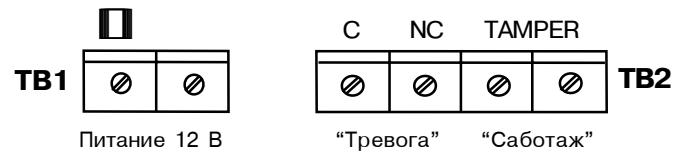

Рис.2. Клеммы подключения
- Клеммы для подключения извещателя находятся в верхней части печатной платы. Выполните соединения согласно рис. 2.